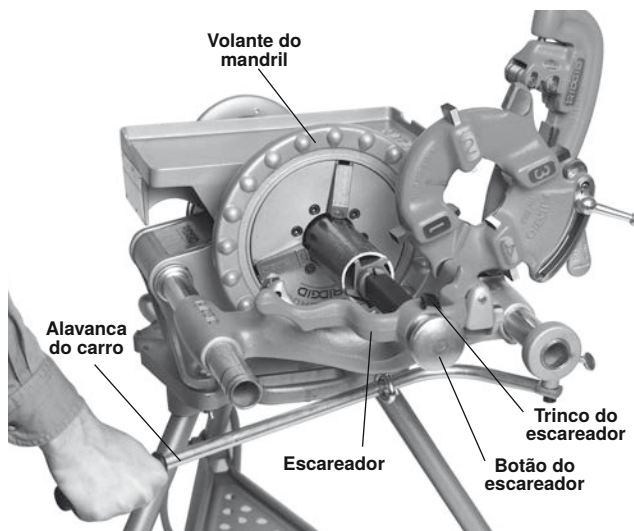

Figura 22 – Escareamento com o escareador n.º 341
2. Estenda o escareador pressionando o trinco e empurrando o botão na direção do tubo até o trinco engatar na extremidade da barra (Figura 22).